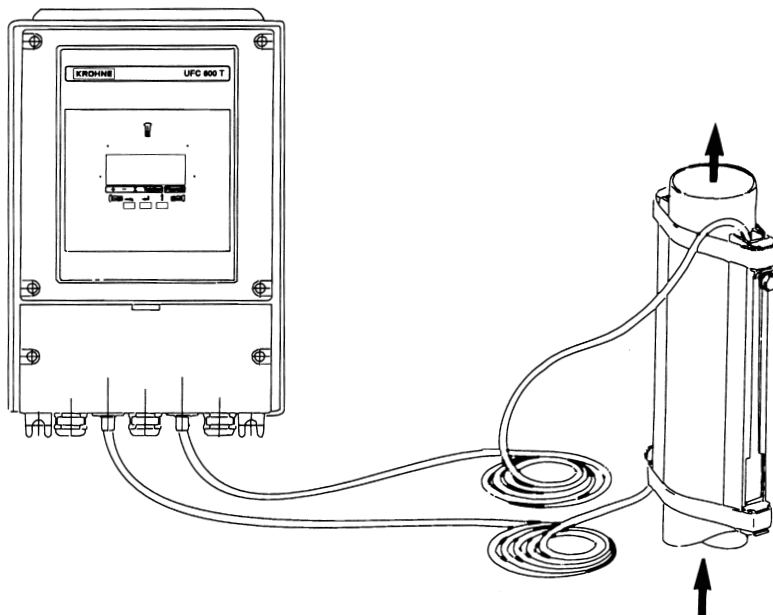

Bild B.5 : Sensoren und Meßeinheit
B.5 Sensormontage (siehe Bild B.5)